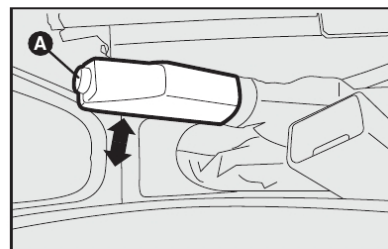

fig. 1
### FREIO DE MÃO - fig. 1
- 1) Levantar levemente a alavanca e apertar o botão de desengate **A**-fig. 1.